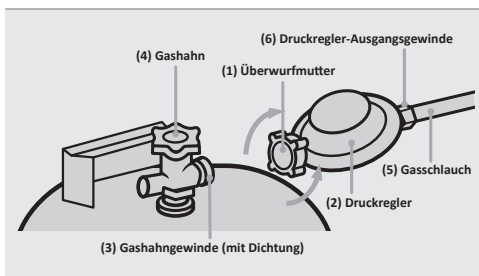

Abb.1: Montage des Druckreglers
ter (1) des Druckreglers (2) durch Linksdrehung (**von Hand**) auf das Gashahngewinde (3) schrauben (siehe Abb. 1) und fest anziehen.
4. Verbinden Sie den Druckregler mit der Gasflasche, indem Sie die Überwurfmutter (siehe Abb. 1, Nr. 1) des Druckreglers (siehe Abb. 1, Nr. 2) durch Linksdrehung (von Hand) auf das Gashahngewinde (siehe Abb.1, Nr. 3) schrauben (siehe Abb. 1) und fest anziehen.
- Deinstallieren Sie die Gasflasche indem Sie die Überwurfmutter (1) des Druckreglers (2) von Hand durch Rechtsdrehung vom Gashahngewinde (3) abschrauben (siehe Abb. 1).